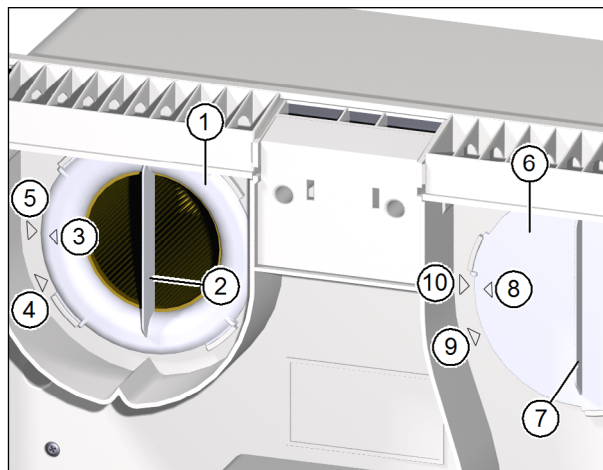

Fig. 14: Enlever les filtres à air
- ▶ Tournez l'anneau du filtre (pos. 1 dans Fig. 14) sur la poignée (pos. 2 dans Fig. 14) dans le sens anti-horaire, jusqu'à ce que la flèche sur l'anneau du filtre (pos. 3 dans Fig. 14) pointe sur la flèche de la position de prélèvement (pos. 4 dans Fig. 14).
- ▶ Tournez le couvercle du filtre (pos. 6 dans Fig. 14) sur la poignée (pos. 7 dans Fig. 14) dans le sens anti-horaire, jusqu'à ce que la flèche (pos. 8 dans Fig. 14) sur le couvercle du filtre pointe sur la flèche de la position de prélèvement (pos. 9 dans Fig. 14).
- ▶ Veillez à ce que l'anneau du filtre soit orienté de telle sorte que la flèche sur l'anneau du filtre (pos. 3 dans Fig. 14 à la page 28) soit alignée avec la flèche de la position de prélèvement (pos. 4 dans Fig. 14 à la page 28).
- ▶ Tournez l'anneau de filtre dans le sens horaire, jusqu'à ce que la flèche sur l'anneau de filtre (pos. 3 dans Fig. 14 à la page 28) soit alignée avec la flèche de la position d'arrêt (pos. 5 dans Fig. 14 à la page 28).
- ▶ Vérifiez la position de l'anneau du filtre et du couvercle du filtre. Il faut que les poignées soient verticales et que les flèches sur l'anneau du filtre et sur le couvercle du filtre soient alignées avec les flèches de la position d'arrêt (voir Fig. 14 à la page 28).